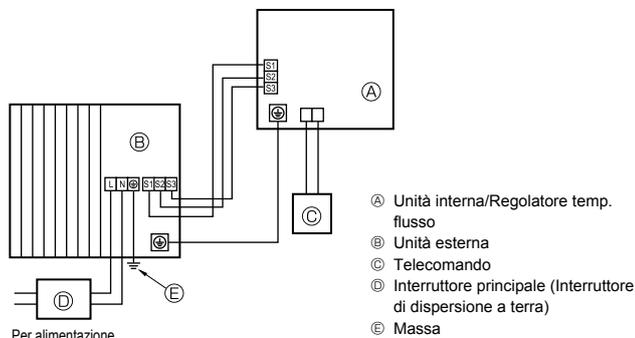
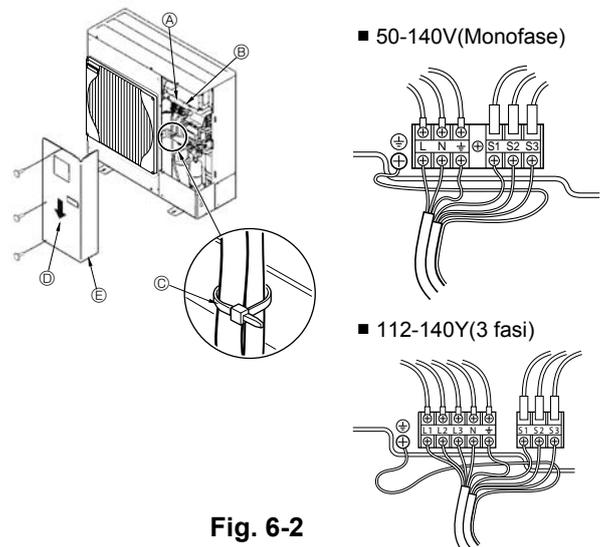

Fig. 6-1
Fig. 6-2
### 6.1. Unità esterna (Fig. 6-1, Fig. 6-2)
- 2 Posizionare i cavi secondo la Fig. 6-1 e la Fig. 6-2.